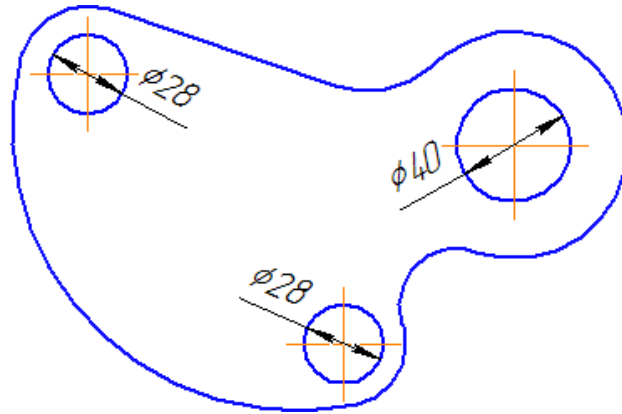

Рисунок 14.
- Постройте три окружности с размерами, показанными на рисунке. Центры окружностей укажите с помощью привязки Ближайшая точка в центрах соответствующих дуг, (рис. 14).